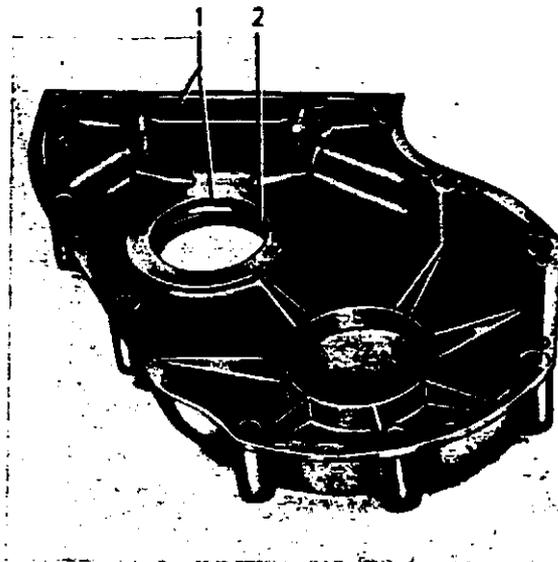

Abb. 42 Steuergehäusedeckel
4. Kontrollieren, daß die Dichtungen einwandfrei sind, und daß das Ablaßloch in dem Steuergehäusedeckel, der eingebaut werden soll, offen und sauber ist, siehe Abb. 42.